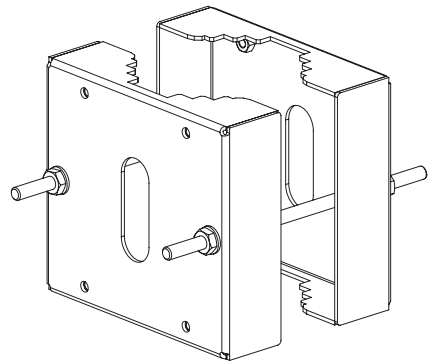

Fig. 15
- Dieser Adapter gestattet zusammen mit dem Bügel die Pfahlbefestigung des Gehäuses. Abmessungen des Pfahls zwischen Ø 110 mm und Ø 150 mm. Max. Tragkraft 50 kg (Fig. 15).